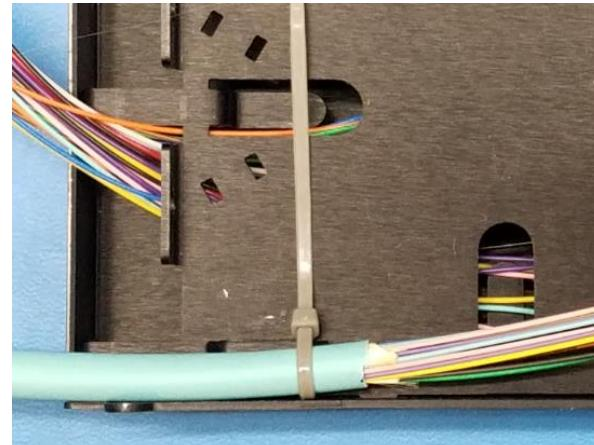

Figure 5
3.7 En mettant la base face vers le haut et l'avant de la cassette vers la droite, assujettir temporairement le câble d'artère au point d'entrée de la cassette au moyen d'une attaches fournies (**figure 5**).